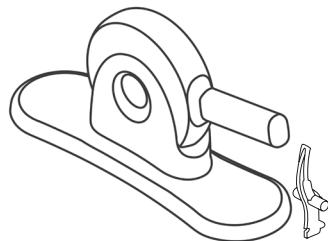

Figure 5: Sertisseur et butée de sertissage en 2 pièces
■ Afbeelding 5: Krimper en tweedelige krimperstop
■ Abbildung 5: Crimper und zweiteiliger Crimp-Stopper